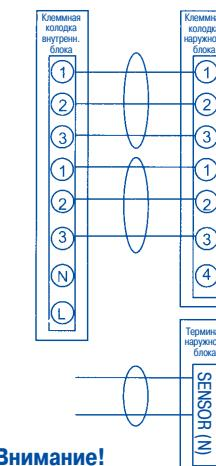

Рис. 14
(1) Перед началом работ убедитесь, что напряжение в сети электропитания соответствует номинальному напряжению, указанному на заводской табличке кондиционера.
(2) Выполните электромонтаж в соответствии с электрической схемой (рис. 14)
- Подсоедините кабель к контактам клеммной колодки в соответствии с рис. 14 и рис. 17.